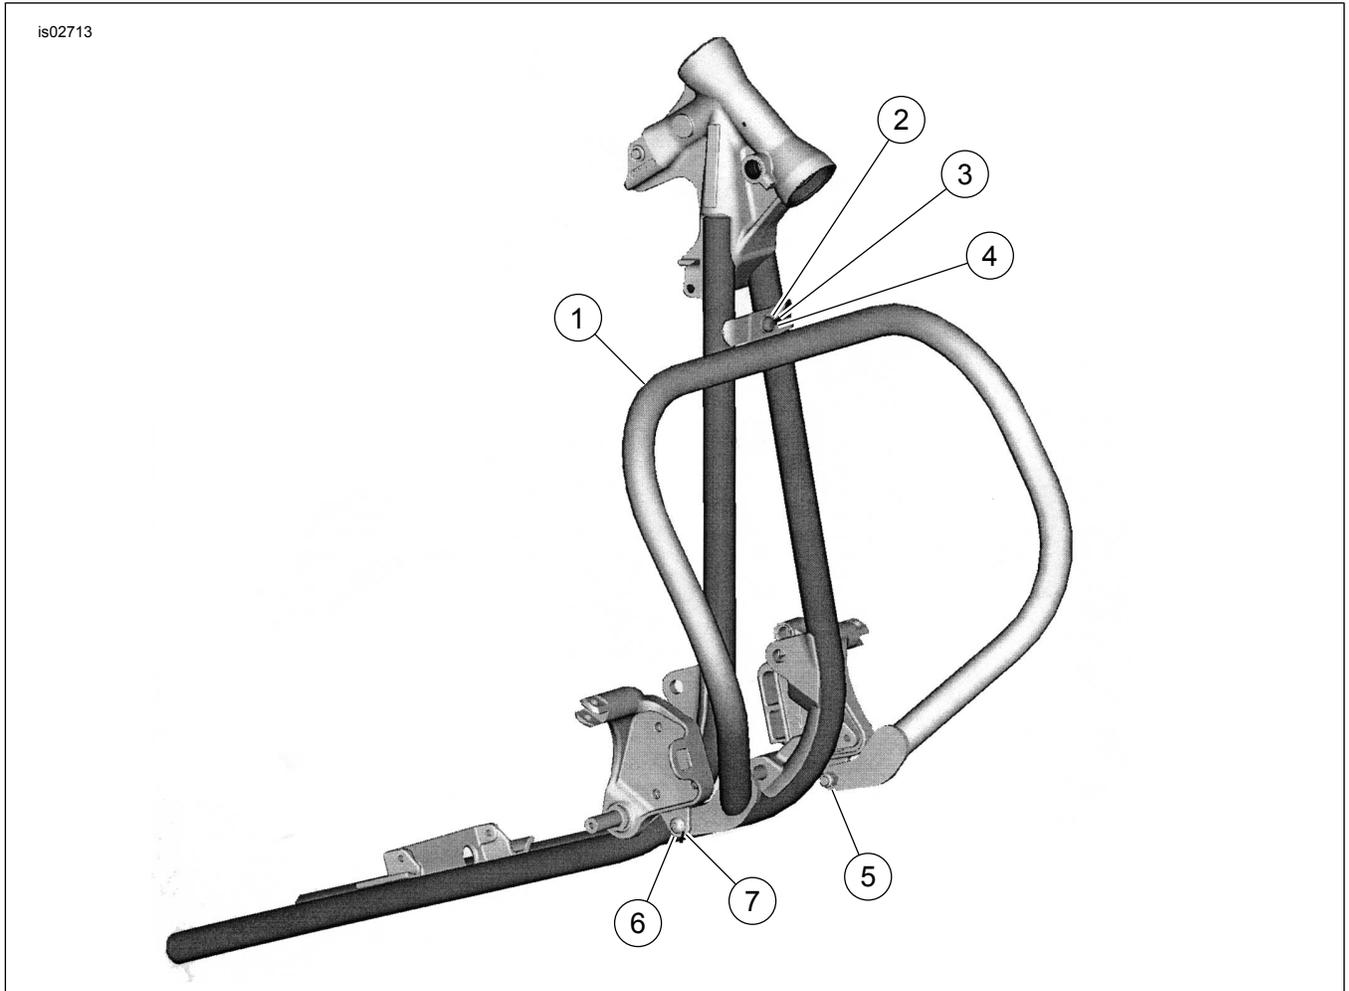

Figure 6. Pièces détachées : protection de moteur
Voir Figure 6 et Tableau 1.
3. Attacher la plaque de montage à la traverse avec une vis (3), une rondelle (2) et un écrou hexagonal (1) tel qu'illustré. Ne pas serrer.
4. Voir Figure 6. Installer la protection de moteur du côté gauche (1) avec une vis (7), une rondelle (6) et un contre-écrou (5). Ne pas serrer.